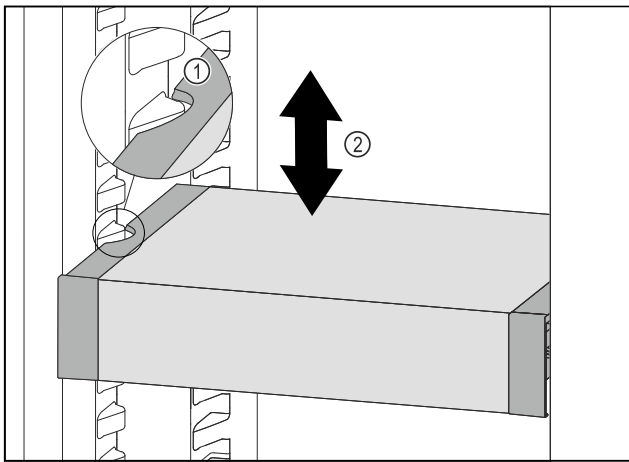

Fig. 85
- ▶ VarioSafe nach vorne ziehen, bis sich die seitlichen Aussparungen des VarioSafes auf Höhe der Behälterrippe im Kühlteil befinden. Fig. 85 (1)
- ▶ VarioSafe im Kühlteil nach oben oder unten bewegen, bis gewünschte Höhe erreicht ist. Fig. 85 (2)